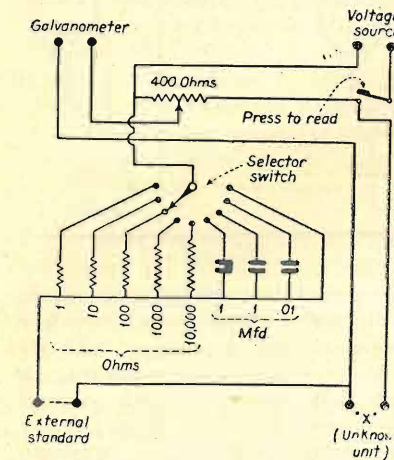

Fig. 1.
IL PONTE UNIVERSALE LA FAYETTE. — Uno strumento di grandissima utilità per il radiomeccanico è il Ponte Universale LA FAYETTE, riprodotto nella Fig. 1. Si tratta sostanzialmente di un pratico Ponte di Wheatstone, per
Se si analizza la Fig. 1 si può facilmente vedere come viene formato il « Ponte di misura ». Un potenziometro da 400 Ohm, avente il braccio centrale collegato ad una manopola accuratamente graduata, rappresenta la resistenza variabile, mentre il commutatore segnato « Selector Switch » mette in circuito a piacere una delle resistenze del valore di « 1 », « 10 », « 100 », « 1000 » o « 10.000 » Ohm ed i condensatori « 1 », « 0,1 » e « 0,01 » μ F. Il « Ponte » viene munito di resistenze o di condensatori, scrupolosamente tarati, da collegarsi ai due serratili segnati « External Standard », i quali servono per alcune misure di precisione; ma, ordinariamente, questi due serratili vengono cortocircuitati mediante un filo nudo del diametro di due millimetri. La migliore sorgente di energia applicata ai due serratili, segnati « Voltage Source », è rappresentata dal secondario di un piccolo trasformatore per filamenti, avente una tensione di « 2 1/2 », « 5 », « 6 » o « 7 1/2 » Volta. Questa è assai migliore di una batteria a secco, poichè tale sorgente di energia è praticamente cortocircuitata, quando vengono misurate delle resistenze di bassissimo valore. Inoltre, la f.e.m. di una batteria può cadere rapidamente sotto un forte carico, dato da resistenza di basso valore, rendendo difficile il bilanciamento delle resistenze. Non è detto, però, che la sorgente di corrente continua non possa essere usata.
- II. - Interrompere uno dei collegamenti che dal trasformatore va alla bobina mobile e collegare con saldature ben eseguite i due capi alle due femmine predisposte (vedere in A della fig. 1).
dell'altoparlante è bene sia di capacità tra i 10.000 cent. e i due microfarad) isolato ad almeno 1000 Volta: con l'altro terminale del condensatore si ricerca quale dei due estremi indicati in fig. 1 con BB dà l'audizione. (Nel caso della figura è quello superiore perchè collegato alla placca dell'ultima valvola).